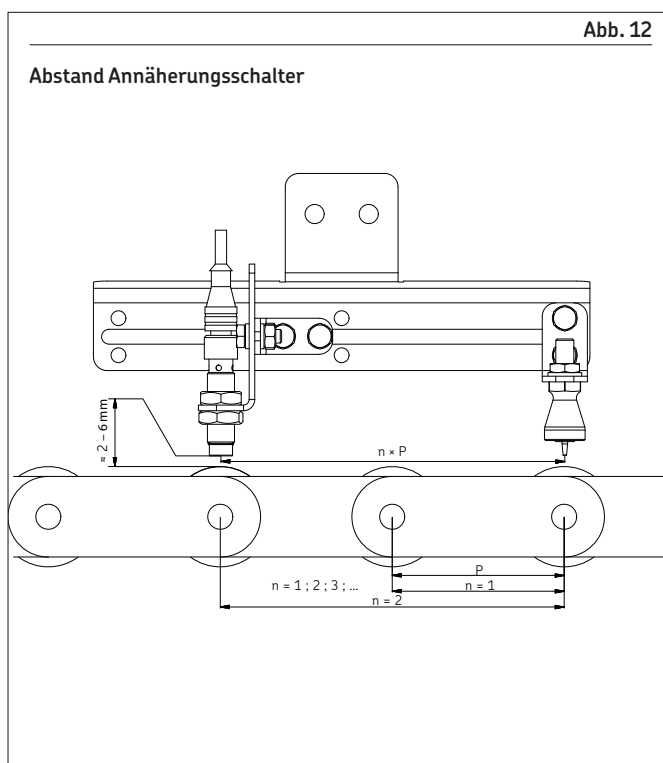

Abb. 12
- 3 Waagrechte und senkrechte Position des Annäherungsschalters verstellen (→ **Abb. 12**). Er muss senkrecht über einer Schmierstelle montiert werden.